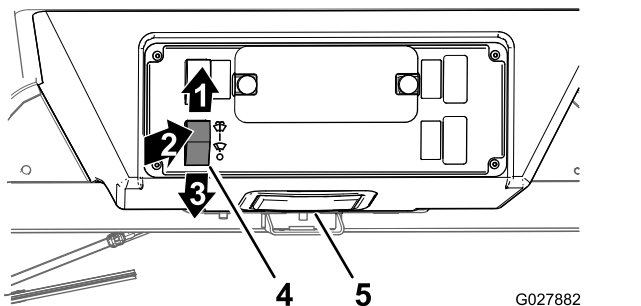

図 51
- ワイパースイッチを上にするとうィパーが作動します 図 51。
- ワイパースイッチを上にするとうィパーが停止します 図 51。
- ワイパースイッチの上部を押すと、押している間だけウォッシャー液が出てきます 図 51。